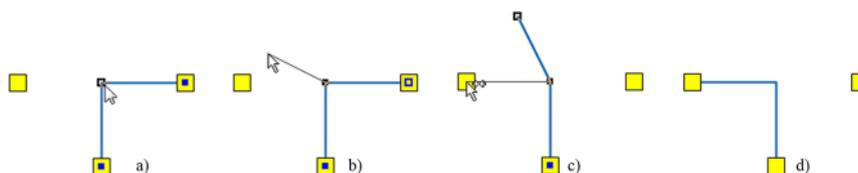

Рисунок 6.11. Перепривязка участка
2. Отметить щелчком перепривязываемый участок, щелкнув по нему левой кнопкой мыши. На отмеченном участке будет отмечены точки перелома (смотрите Рисунок 6.11, «Перепривязка участка»а);
4. Удерживая левую клавишу мыши и Shift отвести участок в сторону (смотрите Рисунок 6.11, «Перепривязка участка»б). Таким образом, мы отцепили участок от объекта;
5. Щелчком левой кнопкой мыши «ухватиться» за конечную точку участка. Не отпуская клавишу мыши и удерживая клавишу Ctrl на клавиатуре подвести конец участка к узлу привязки, при этом вид курсора изменится на следующий  (смотрите Рисунок 6.11, «Перепривязка участка»с);
6. Отпустить клавишу мыши для окончания перепривязки участка (смотрите Рисунок 6.11, «Перепривязка участка»д).